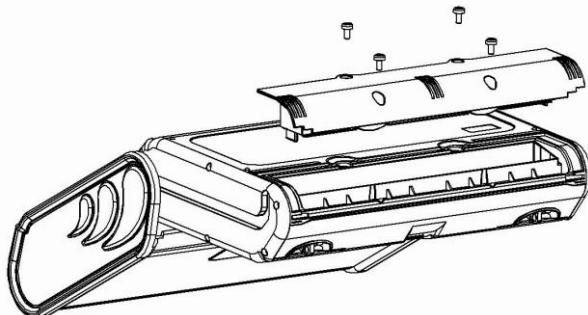

Fig. 70. Reemplazo de la batería.
- desenroscar 4 tornillos que sujetan el compartimiento para la batería (en la parte inferior de la carcasa), ver la Fig. 70,